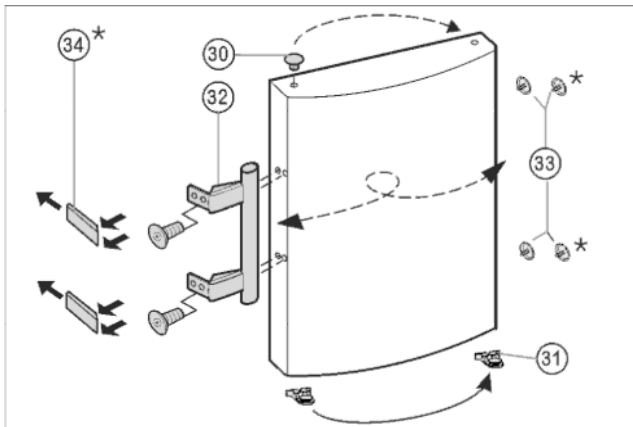

Fig. 8
- ▶ Retire el tapón *Fig. 8 (30)* del casquillo de cojinete de la puerta y cámbielo de sitio.
- ▶ Desmonte el tirador de la puerta *Fig. 8 (32)*, los tapones *Fig. 8 (33)* y las placas de presión* *Fig. 8 (34)* y cámbielos al lado opuesto.